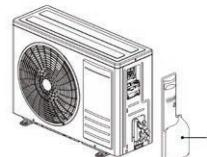

fig. 23 -
- Togliere il pannello laterale (part 1 - "fig. 23 -").